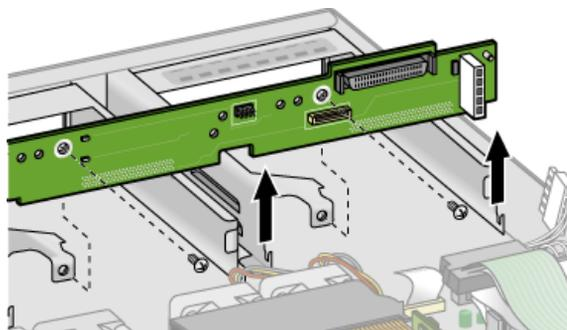

FIGURE 3-13 Retrait du backplane SCSI
- Soulevez le backplane SCSI et faites-le sortir du châssis (voir FIGURE 3-13).